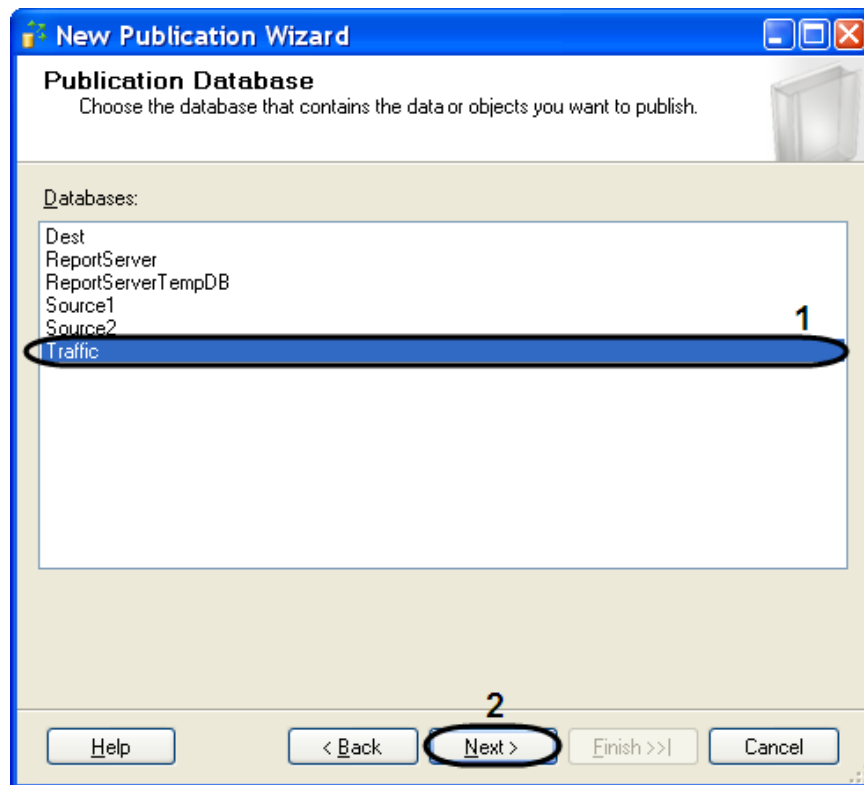

Рис. 11.3—4. Выбор базы данных
- 10.2. Для продолжения нажать кнопку «Next >» (Рис. 11.3—4, 2).
- 10.3. Выбрать значение типа создаваемой публикации из списка «Publication Type» - «Transactional publication» (Рис. 11.3—5, 1).